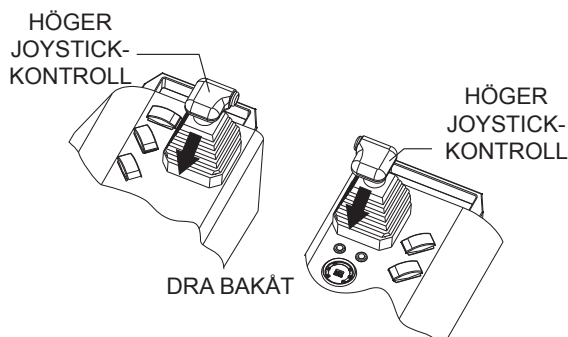

Bild 19. Joystick-kontroll bakåt
7. Dra både vänster och höger joystick bakåt (Bild 19) och upprepa steg 3 till 6 samtidigt som du byter ut ordet bakåt mot framåt.